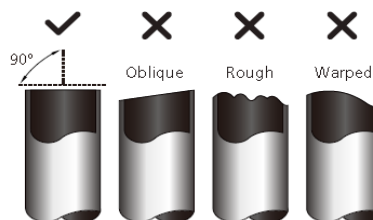

Fig. 5.1
3. S'assurez que le tuyau est coupé à un angle parfait de 90°. Se reporter à la figure. 5.1 pour les exemples de mauvaises coupes.